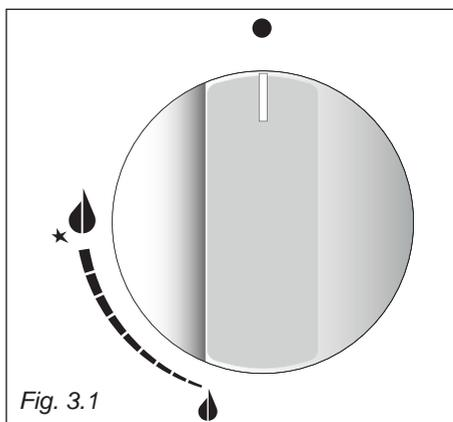

Fig. 3.1
L'afflusso del gas ai bruciatori è regolato da un rubinetto valvolato comandato dalla manopola di fig. 3.1.
- √ L'accensione elettrica è incorporata nelle manopole dei bruciatori e si identifica per il simbolo "★" vicino al simbolo "💧" (fig. 3.1).